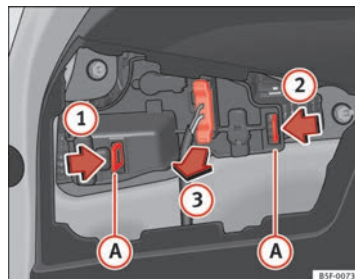

Fig. 155 Dépose du support d'ampoules
- Déverrouillez les languettes de fixation (A) du support d'ampoules, en suivant le sens des flèches (1) et (2) ⇒ fig. 155.
- Retirez le support d'ampoules de son logement dans le sens de la flèche (3) ⇒ fig. 155. ■
- Posez le support d'ampoules en vérifiant que les clips de fixation ⇒ fig. 155 (A) sont correctement clipsés.